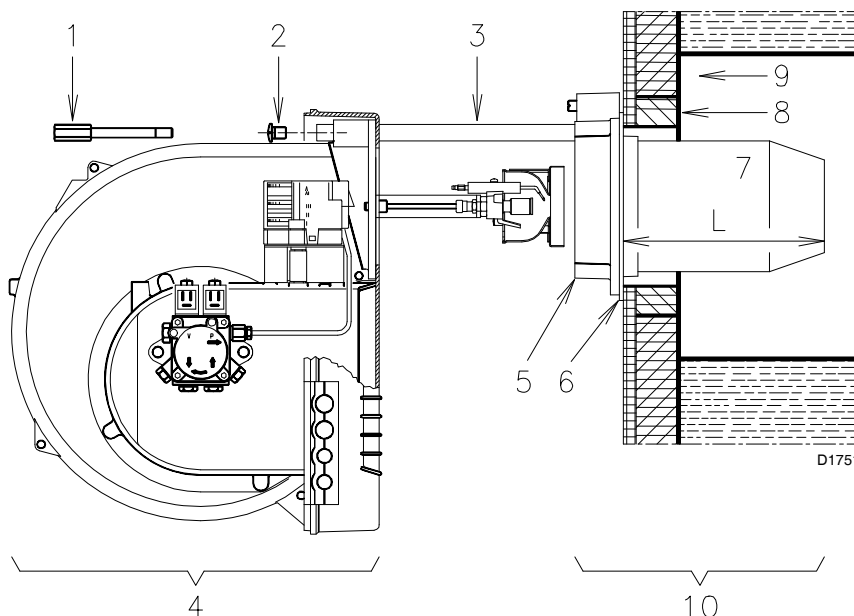

Abb. 11
- Sollte es nötig sein, die Düse bei bereits am Heizkessel angebrachtem Brenner auszutauschen, den Brenner nach Montage der Verlängerungen 16)(Abb. 6 Seite 9) wie in Abb. 11 Seite 12 gezeigt öffnen und wie oben beschrieben vorgehen.